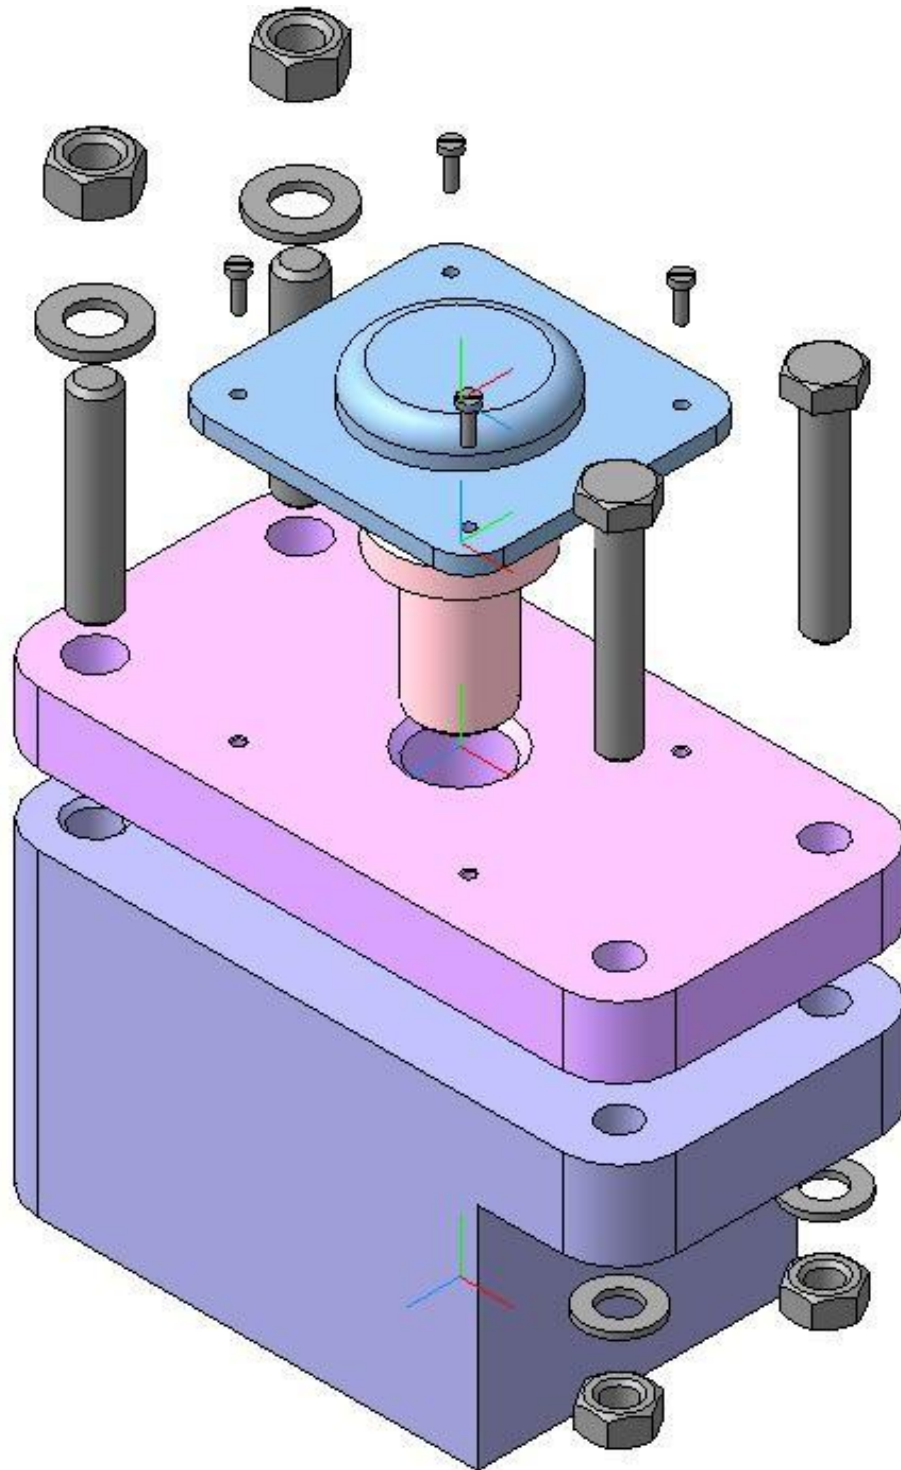

Рис. 3
7. Разнесите детали (компоненты), рис. 3.